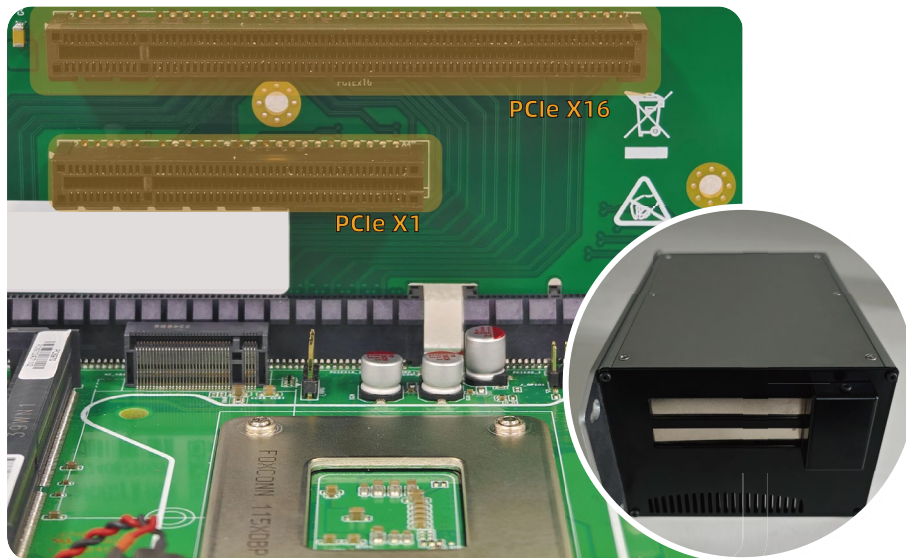

图3-4-1
- ① 请先将产品水平放置，切断电源并拔掉所有接口。
- ② 在产品外部取下六颗沉头螺钉（如图3-4-1），轻取下盖板可看到内部线路板结构，拆掉左侧小罩子上下2个黑色内六角螺钉，拆掉不锈钢挡条可安装SSD、WIFI模块以及PCI/PCIE扩展卡，将PCIe扩展卡安装在PCIe转接卡卡槽上。